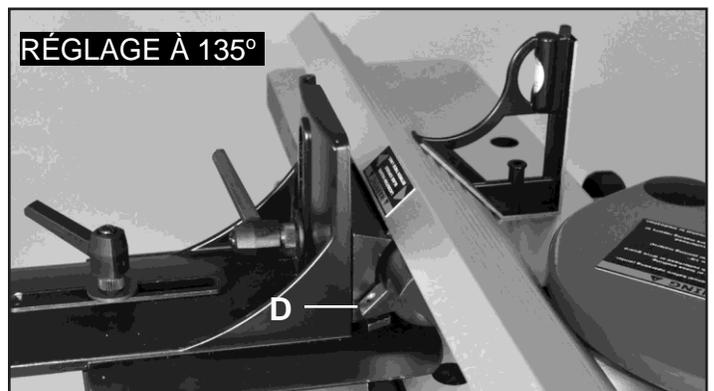

FIG. 21
6. Mettez un carré sur la table avec une extrémité contre la clôture et ajustez la clôture jusqu'à ce qu'elle soit exactement 135 degrés à la table. FIG. 21.